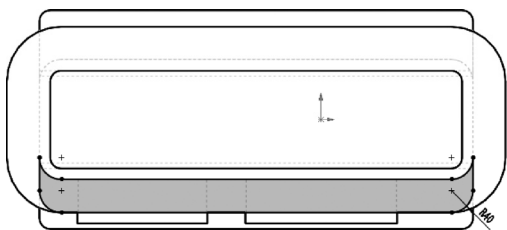

图 9-56 创建草图圆角
③ 延伸并剪裁草图。单击“草图”控制面板中的“延伸实体”按钮和“剪裁实体”按钮，延伸竖直线至圆，并裁剪掉多余部分。
④ 绘制圆角。选择菜单栏中的“工具”→“草图工具”→“圆角”命令，或单击“草图”控制面板中的“圆角”按钮，在弹出的“绘制圆角”属性管理器的“圆角半径”栏中输入 40mm。单击箱盖安装孔凸台草图中矩形的上面两个顶角边，创建草图圆角特征，图 9-56 所示。